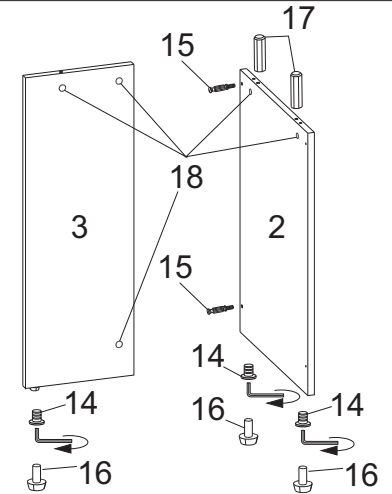

Рис.5
- Вкрутите в нижние торцы деталей 2,3 втулки металлические 14 и вкрутите опоры 16. (рис.5)